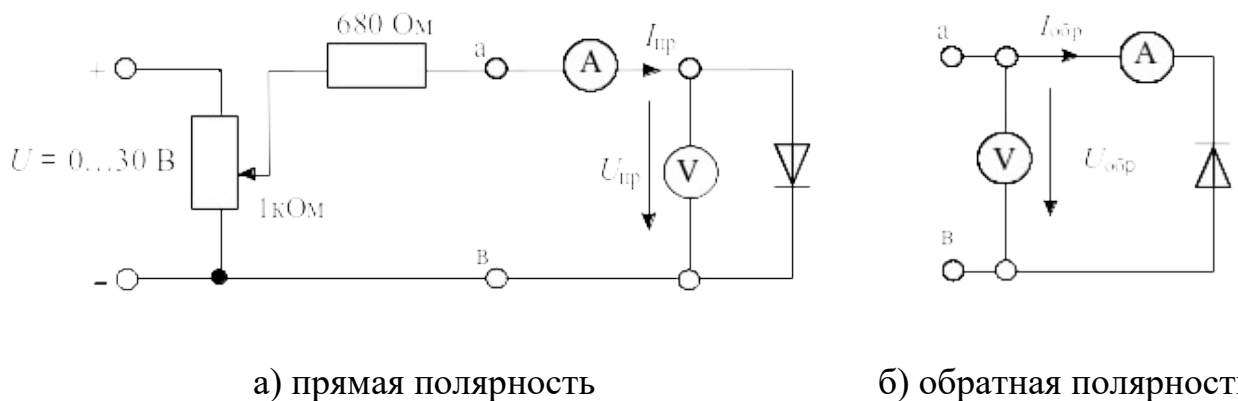

Рисунок 3 Схема для получения вольтамперной характеристики диода
1.1. К диоду (рис. 3, а) при прямой полярности приложите напряжение постоянного тока $U_{пр.}$, величины которого указаны в таблице 1, измерьте с помощью мультиметра соответствующие токи $I_{пр.}$ и их значения занесите в эту таблицу. Используйте при этом схему измерения с погрешностью по току (рис. 3, а).
1.2. Измените полярность диода, переключите вольтметр для измерений с погрешностью по напряжению как показано на рис. 3, б и повторите эксперимент при величинах обратных напряжений, указанных в табл. 2. Для получения напряжений больше 15 В соедините два источника последовательно.